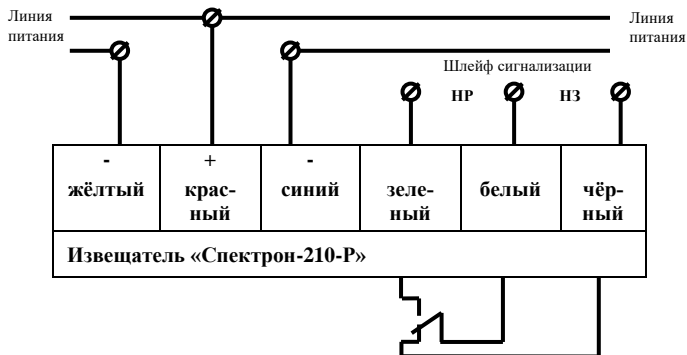

Рис. 3 Схема включения извещателя с релейным выходом
2.2.3.1 Схема подключения Извещателя к шлейфу сигнализации показана на рисунках 3 и 4. Согласование токов режима «Пожар» Извещателя, питаемого по шлейфу сигнализации, см. рис. 3, и режимов «Внимание» и «Пожар» используемого приёмно-контрольного прибора производится подключением установочного резистора  $R_{уст.}$ , номинал определяется из таблицы 3.